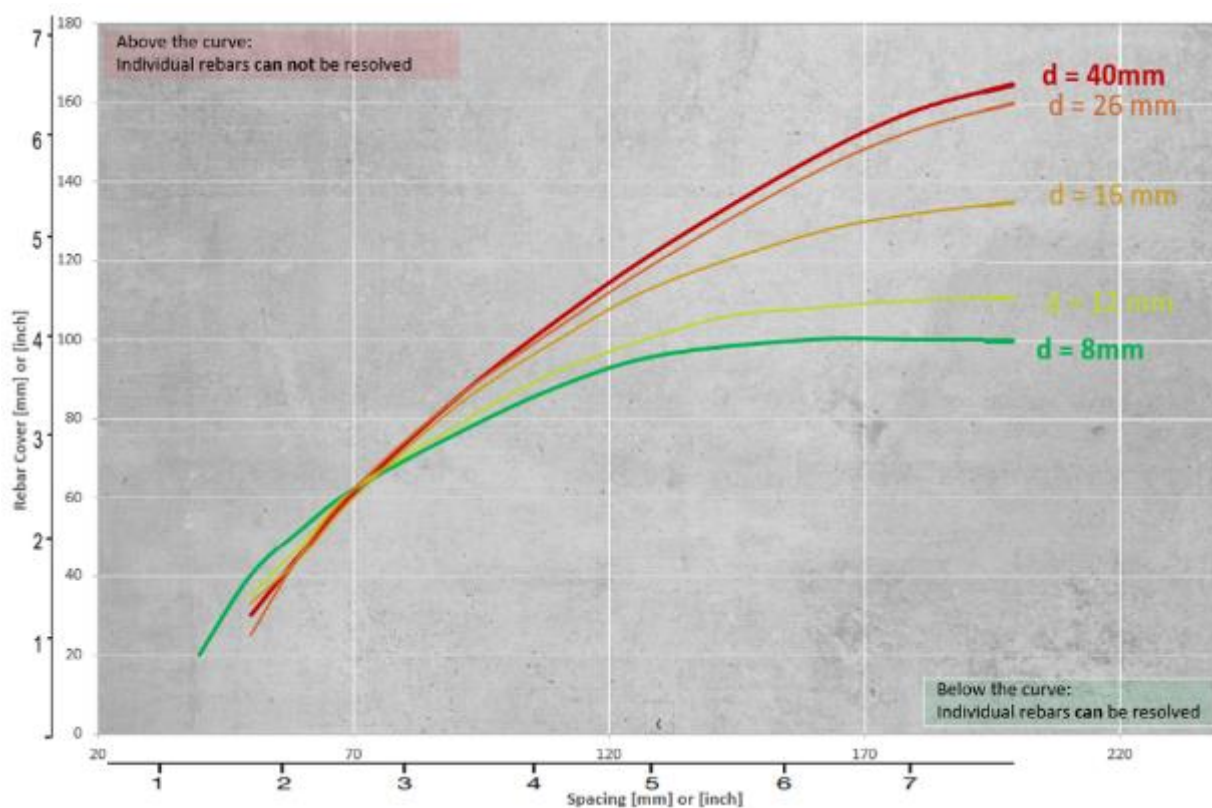

图 31:PM8000 分辨率图
- ❗ 钢筋之间的最小可分辨间距是有限制的，这个值取决于保护层的厚度和钢筋的直径。如图 31 所示，当钢筋直径超过这些限制时，无法区分单个钢筋。